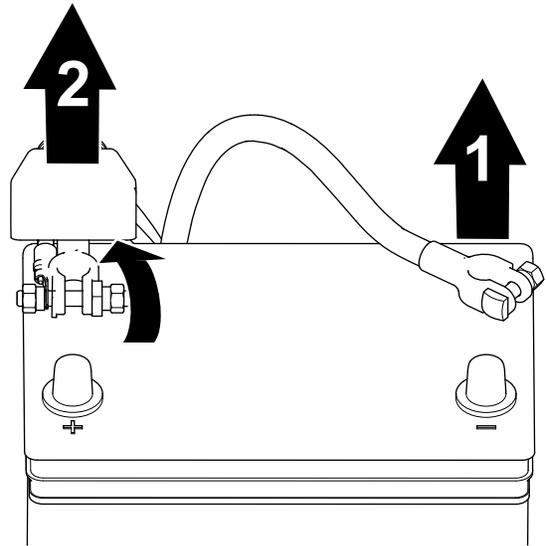

图 37
1. 从电池电极上断开负极电池接线图 37。
2. 提起绝缘体并从电池电极上断开正极电池接线图 37。